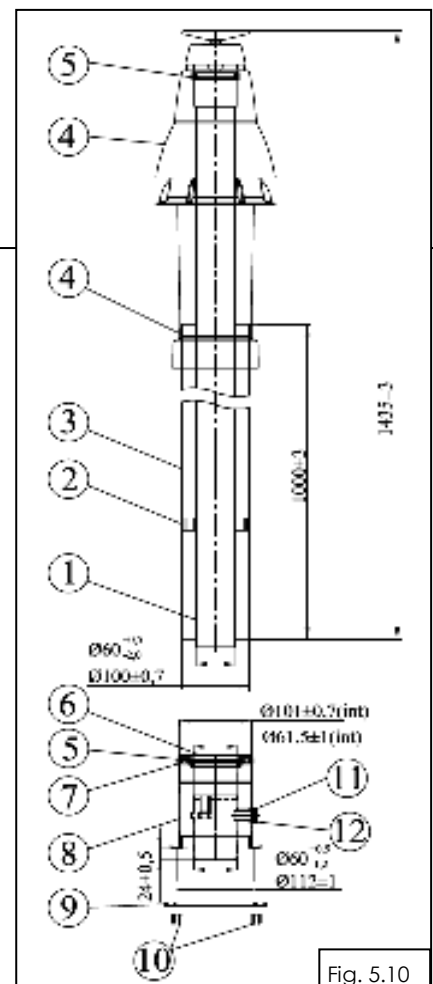

Fig. 5.10
**Kitul coaxial vertical, fig. 5.10 se livrează doar la cerere.** Evacuarea gazelor se face printr-un tub de diametru Ø60mm, coaxial cu tubul de admisie a aerului de diametru Ø100 mm. Racordarea se face astfel: